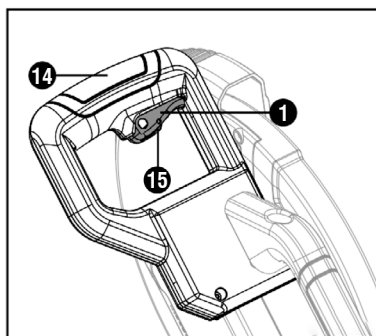

Fig. 15 – Acionamento da máquina
Para ligar a máquina, posicione a mão sobre o punho (14), leve a trava de segurança do interruptor (15) para a esquerda e pressione o interruptor de acionamento (1). Para desligar, basta soltar o interruptor de acionamento (1)(fig. 15).